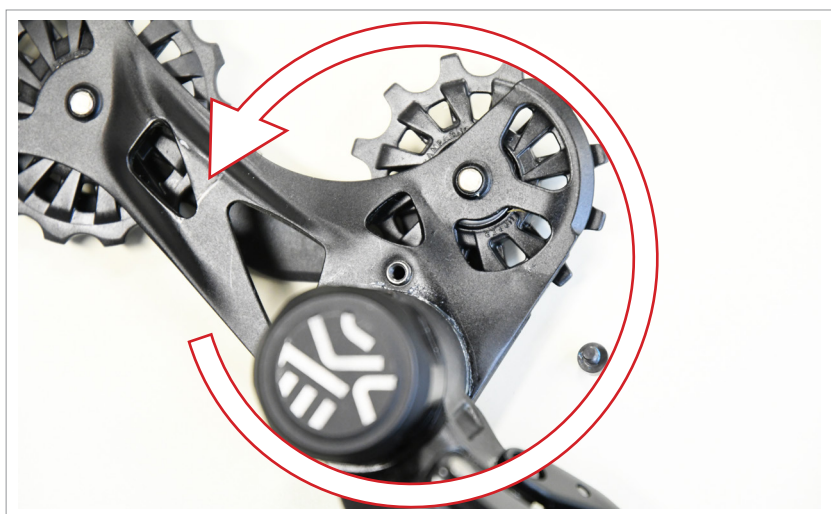

Fig.3
3) Accompagnez le train de galets jusqu'à ce que le ressort soit complètement déchargé (Fig. 3).